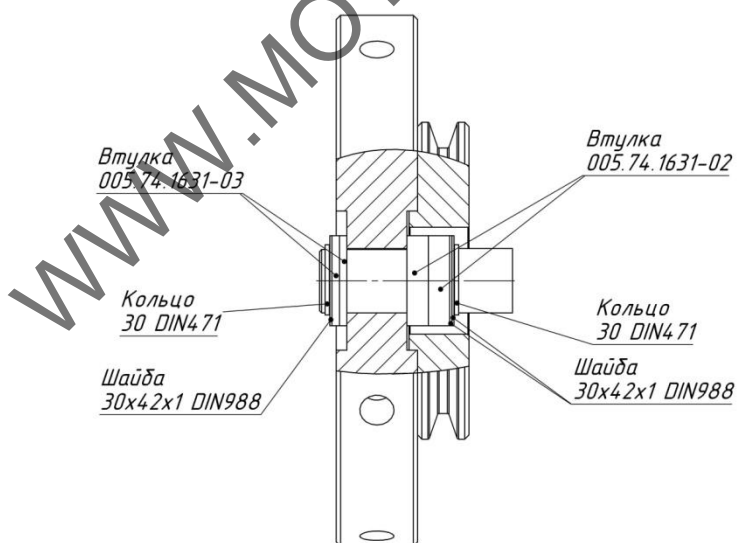
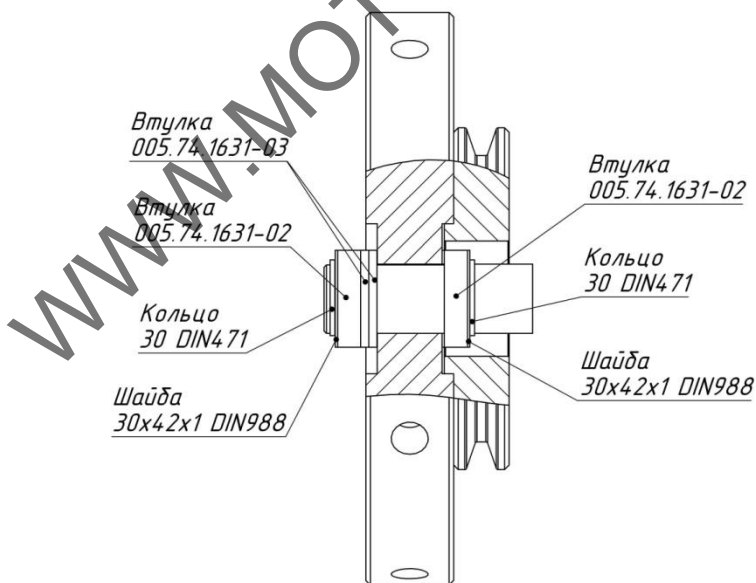
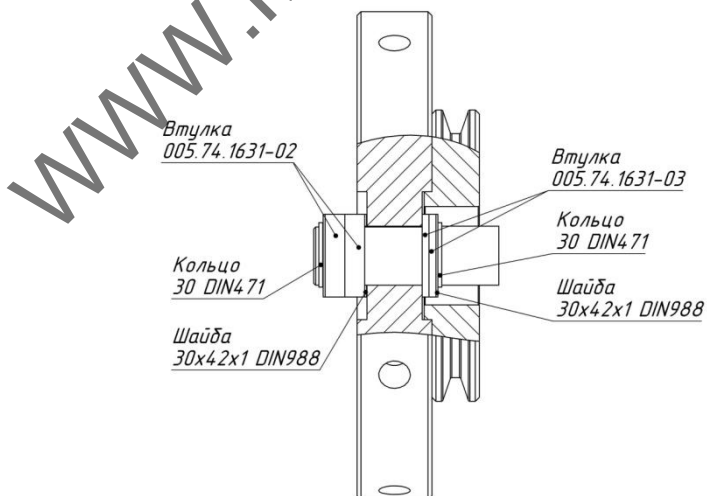
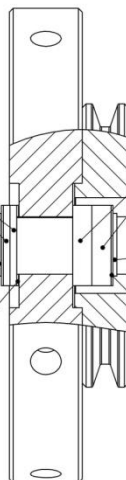

РИС.3
РИС.4.
Рис. 8.
Рис. 9.
- 7) В зависимости от модели мотоблока установите шкив древокола согласно рис. 3, рис. 4, рис. 8, рис. 9, подобрав ремень из комплектации.